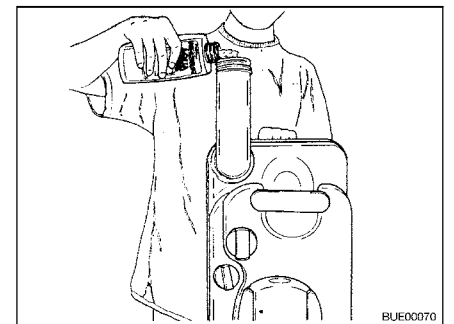

Bild 179 Fylla på sanitetsvätska
- Fyll på angiven mängd sanitetsvätska i latrintanken (Bild 179).